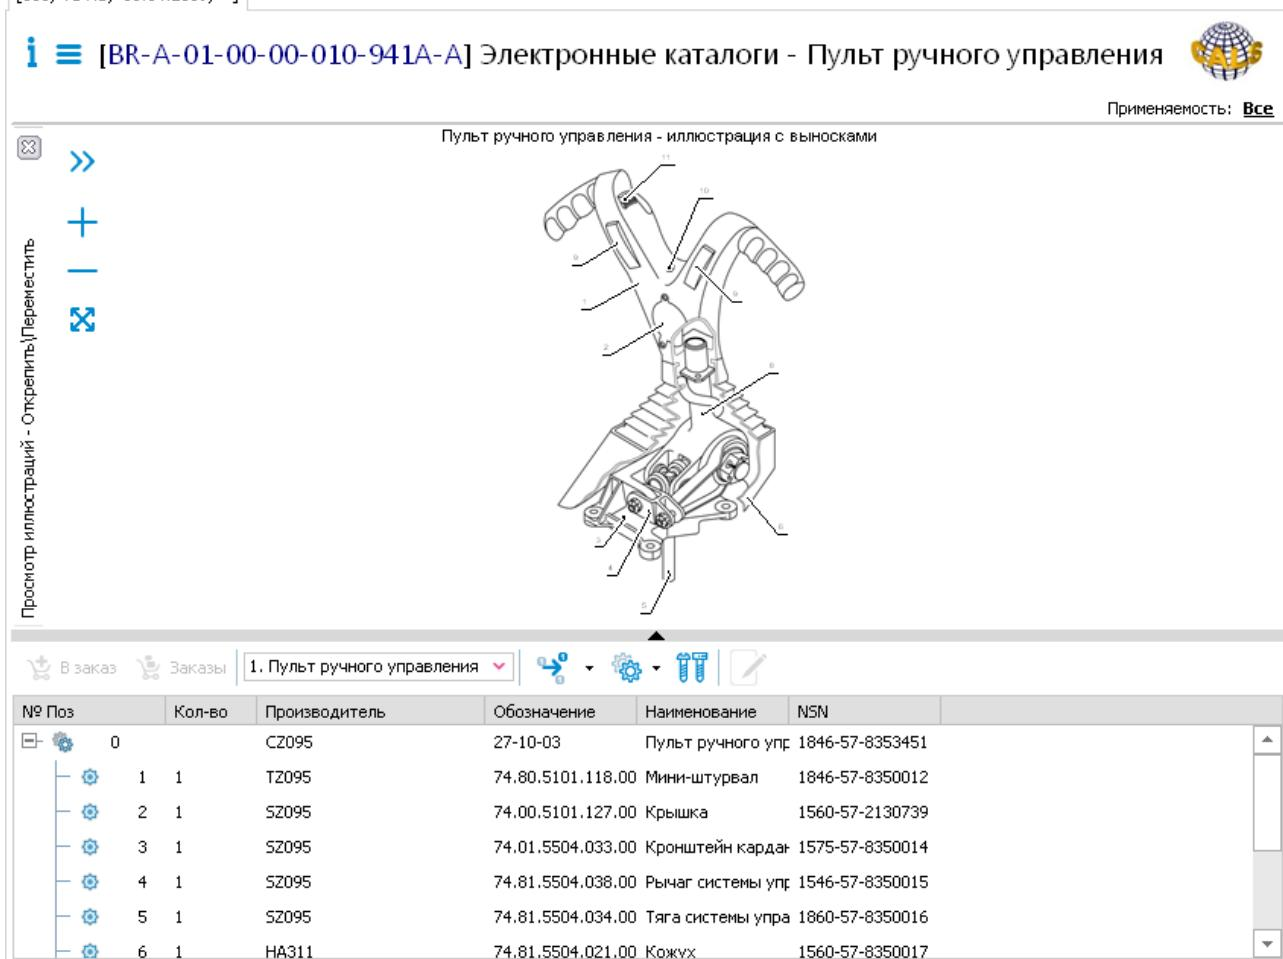

Рис. 102
- 2) Для удобства просмотра каталога скройте область отображения структуры проекта, находящуюся в левом окне. Для этого отожмите кнопку **Структура документации**  на панели инструментов главного окна (рис. 102).